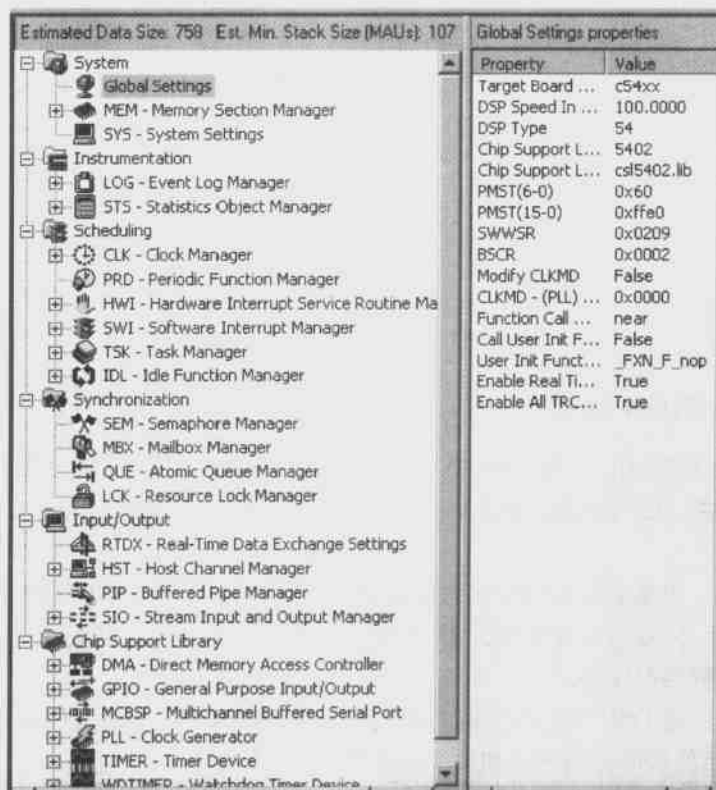

图 7.2 DSP/BIOS 配置窗口
(1) 如果要在 CCS2 中使用 DSP/BIOS 配置工具,则在 File 菜单中执行 New→DSP/BIOS Configuration 命令。
(2) 如果要作为一个单独的程序运行 DSP/BIOS 配置工具,则直接在“开始”菜单中,选择 Programs→Texas Instruments→Code Composer Studio Configuration Tool 项,便可以打开配置窗口。配置窗口与 Windows 资源管理器具有很相似的界面,如图 7.2 所示。